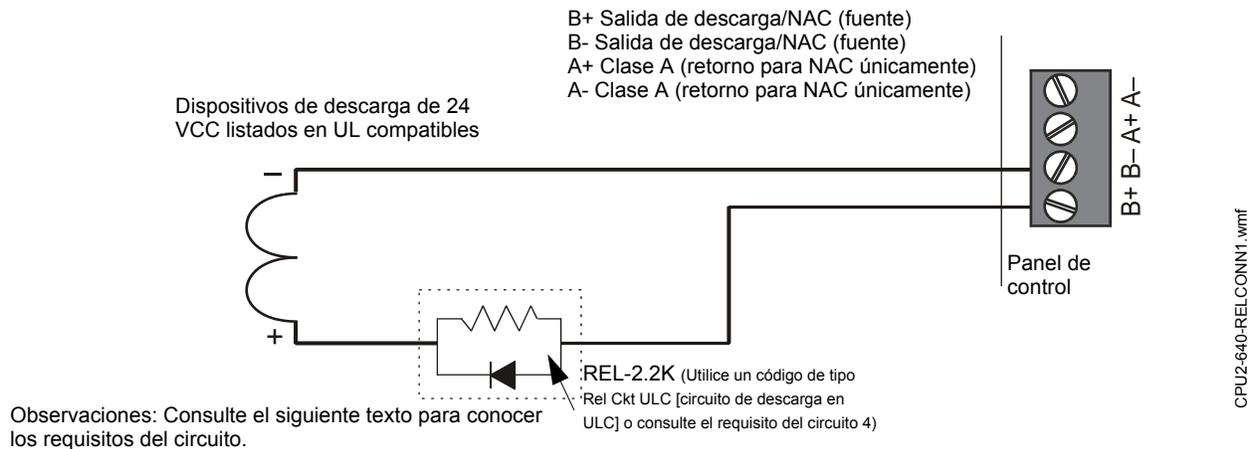

Figura 4.6 Conexión estilo típico 4 de un dispositivo de descarga al panel de control
- Para aplicaciones que utilizan circuitos con limitación de energía: a) Utilice un dispositivo de supervisión alineado (P/N REL-2,2K) con los circuitos de descarga del panel de control. Conecte el dispositivo de fin de línea como se indica en la figura 4.6.